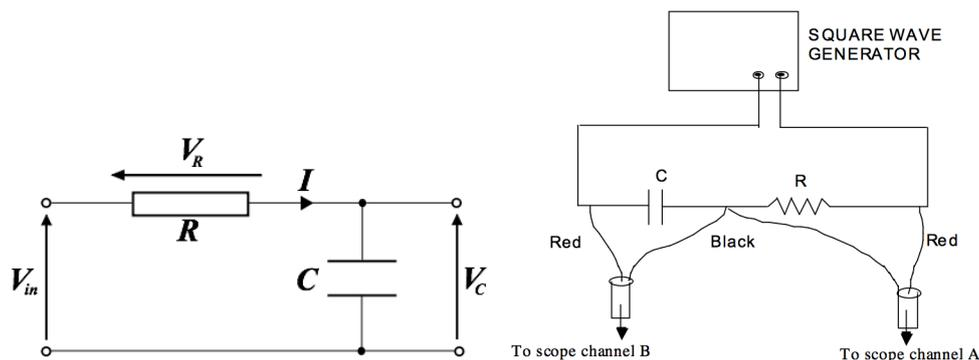

FIGURE 3 – Circuit RC en série.
1. Faites le montage de la figure 3 de gauche, avec  $R = 1.5 \text{ k}\Omega$  et  $C = 1 \text{ nF}$ .
2. Utilisez le générateur d'onde pour fournir une onde carrée de 2V d'amplitude et 1 kHz de fréquence. Comparez le signal d'entrée au signal de sortie de la résistance et du condensateur sur l'oscilloscope (Note : pour ce faire, vous devez brancher vos sondes comme indiqué sur la figure 3 de droite). Expliquez ce que vous observez.
5. Vérifiez la loi de Kirchhoff ( $V_0 = V_C + V_R$ ) en utilisant la fonction "Math" de l'oscilloscope (Note : Ici aussi, vous devez brancher vos sondes comme indiqué sur la figure 3 de droite).
Conservez le même montage qu'à l'exercice précédent, selon le schéma de la figure 3 de gauche.
5. Faites un deuxième circuit RC sur votre protoboard avec différentes valeurs de R et C et calculez sa constante de temps. Produisez la figure de Lissajous avec le mode X-Y de votre oscilloscope de vos deux circuits RC. Variez les valeurs de R et C et notez vos observations (Note : pour ce faire, vous devez brancher vos sondes comme indiqué sur la figure 3 de droite).
1. Faites le montage de la figure 3, avec  $R = 680 \Omega$  et remplacez le condensateur par une bobine d'inductance  $L = 470 \mu\text{H}$ .